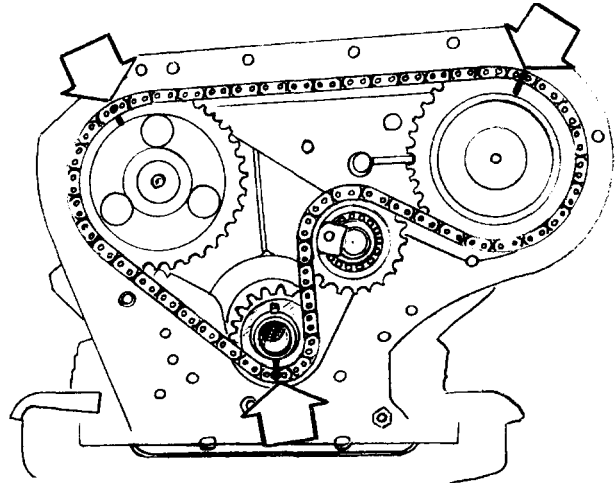

Рис. 1.70. Установочные метки.
30. Установите звездочку ТНВД. Оденьте цепь. Установочные метки на звеньях цепи должны совпадать с реперами на звездочках коленчатого и распределительного валов и ТНВД (см. рис. 1.70).